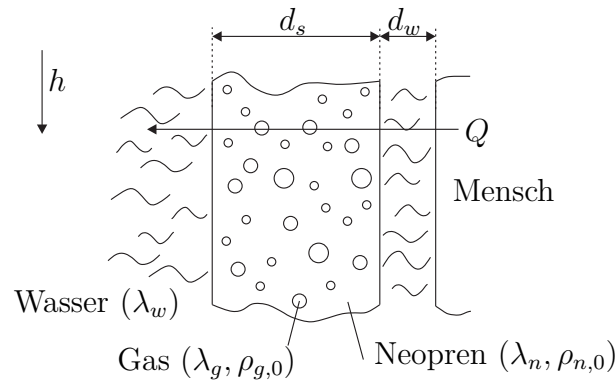

Abbildung 1: Querschnitt des Nasstauchanzugs.
1. Im Folgenden wird ein Nasstauchanzug aus Neoprenschaum betrachtet. Der Schaum besteht aus einer Matrix aus Neopren, in die Gasblasen eingeschlossen sind, siehe Abbildung 1. An der Erdoberfläche (Temperatur  $T_0$ , Druck  $p_0$ ) hat der Schaum die Dicke  $d_{s,0} = d_s(p_0, T_0)$  und kann über die Porosität  $\Phi_0 = \Phi(p_0, T_0)$  charakterisiert werden. Die Porosität ist ein Maß für den Gasanteil des Schaumes und berechnet sich aus  $\Phi(p, T) = \frac{\rho_s(p, T) - \rho_n(p, T)}{\rho_g(p, T) - \rho_n(p, T)} = \frac{V_g(p, T)}{V_s(p, T)}$ . Dabei bezeichnen  $\rho_s$ ,  $\rho_n$  und  $\rho_g$  die Dichten von Schaum, Neopren und eingeschlossenem Gas und  $V_g$  und  $V_s$  die Volumina des Gases bzw. des Schaums.
- c) Berechnen Sie allgemein den Wärmeübergangskoeffizient  $\alpha$  vom kalten Wasser zur menschlichen Haut. Nehmen Sie die Wärmeübergangskoeffizienten  $\alpha_{ws}$  und  $\alpha_{wm}$  vom Wasser zum Anzug bzw. vom Wasser zum Menschen als bekannt an. Gehen Sie davon aus, dass sich zwischen dem Anzug und der Haut eine Wasserschicht der konstanten Dicke  $d_w$  befindet, siehe Abbildung 1. Welche Formen von Konvektion treten an der Haut und an der Außenschicht des Tauchanzugs auf, wenn der Taucher in Bewegung ist? Ändern sich die Konvektionskoeffizienten, wenn der Taucher sich nicht bewegt? Wenn ja, wie? 1,5 P.